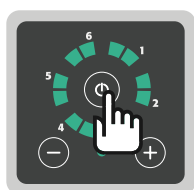

Fig. 10: Przycisk obsługowy WŁ./WYŁ.
8. Nacisnąć przycisk obsługowy „WŁ./WYŁ” na panelu sterowania (Fig. 10).